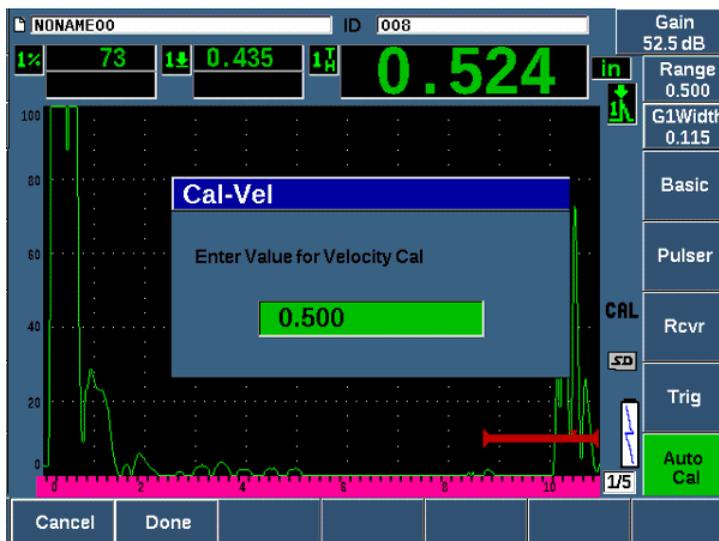

Рис. 9-9 Ввод значения толщины для калибровки скорости
16. В окне **Cal-Vel** введите известное значение толщины стробированного сигнала (в этом примере 0,500 дюймов или 12,7 мм) и выберите **Done** (Готово) для завершения калибровки (см. Рис. 9-9 на стр 163).